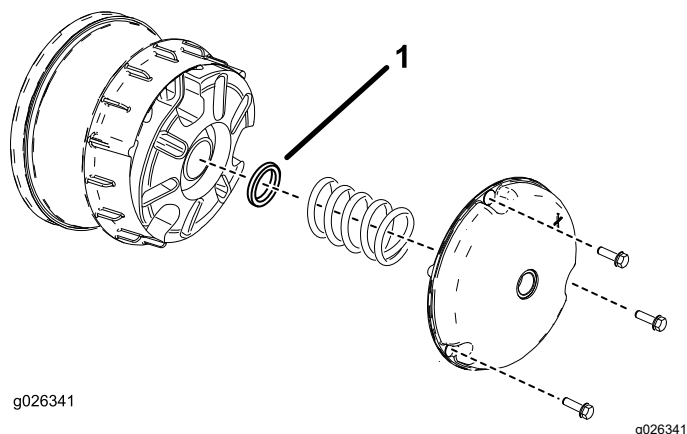

Рисунок 65
2. Отверните болты крепления крышки первичной муфты сцепления, как показано на Рисунок 65.